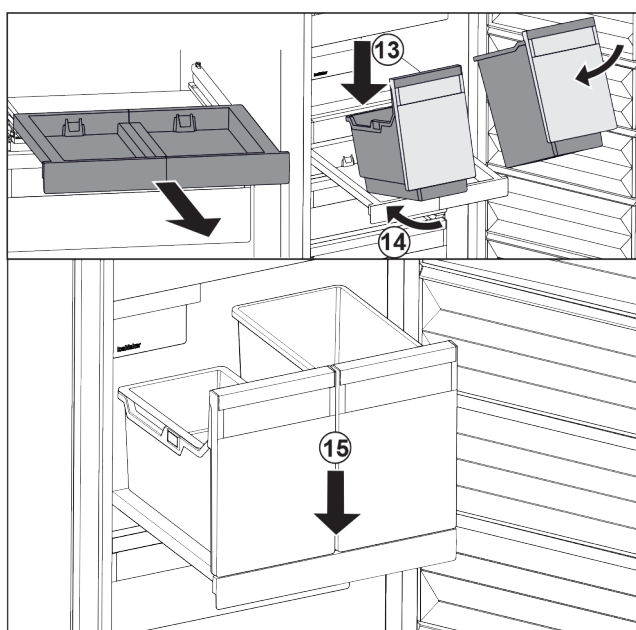

Fig. 47
- ▶ Placer les bacs sur le compartiment coulissant en les inclinant. Fig. 47 (13)
- ▶ Pousser les bacs jusqu'au fond en les inclinant. Fig. 47 (14)
- ▶ Déposer les bacs par l'avant. Fig. 47 (15)